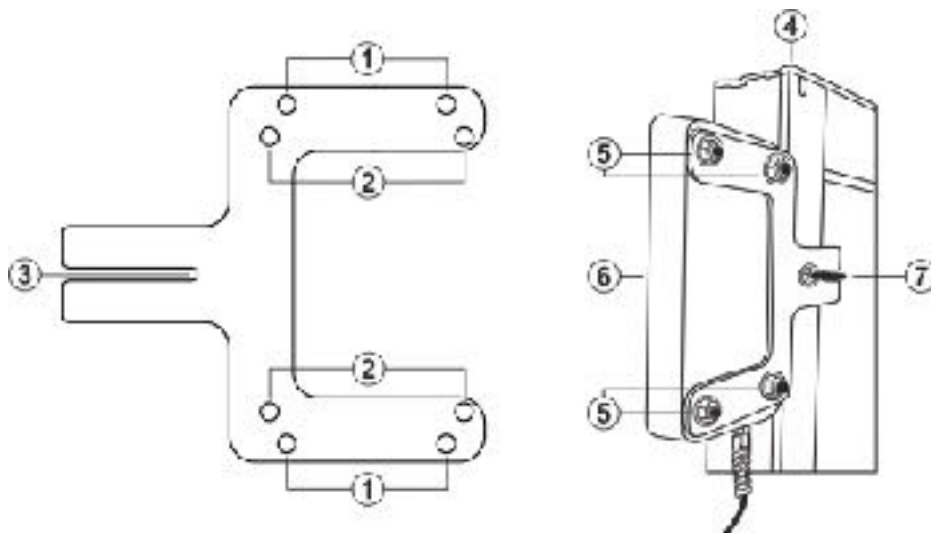

Fig. 2 Instalación del accesorio al bastidor de los módulos FV
1. Fije el soporte en dotación (vea la Fig.2 – parte izquierda) en posición central con respecto al eje de los módulos FV (vea la Fig.2 – parte derecha). El soporte dispone de un sistema de fijación con tornillo compatible con los agujeros presentes en la parte posterior del bastidor de los módulos FV (vea la Fig.2 – parte 3)